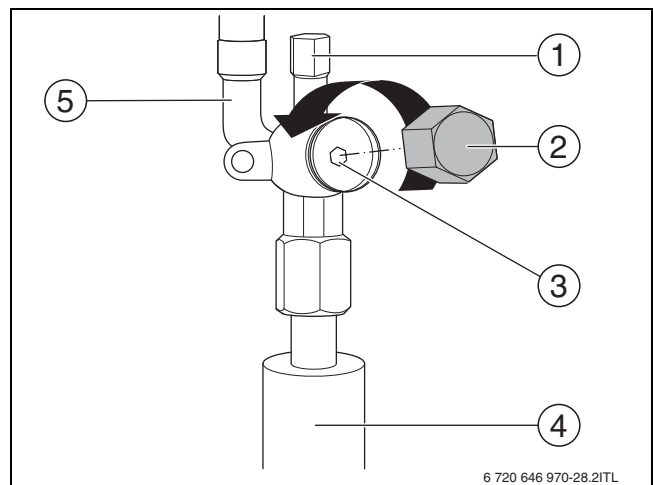

Bild 77 Absperrventil in der Leitung für gasförmiges Kältemittel
- ▶ An dem Schraderventil (→ Bild 77, [1]) eine Hochleistungs-Vakuumpumpe anschließen.